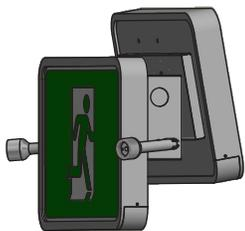

Figure 7
3. Installer solidement l'unité au plafond à l'aide du jeu de suspension sur tige, en passant les fils à l'intérieur (figure 7).